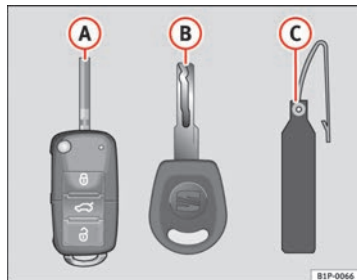

Fig. 44 Set di chiavi
- una chiave con telecomando ⇒ fig. 44